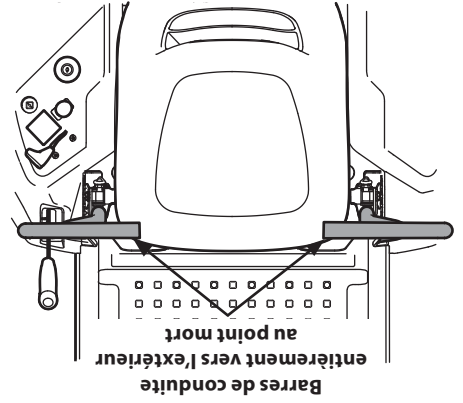

Figure 3-2
1. L'opérateur doit être assis dans le siège du tracteur avec les barres de conduite entièrement vers l'extérieur au point mort (frein de stationnement engagé). Voir la Figure 3-2.